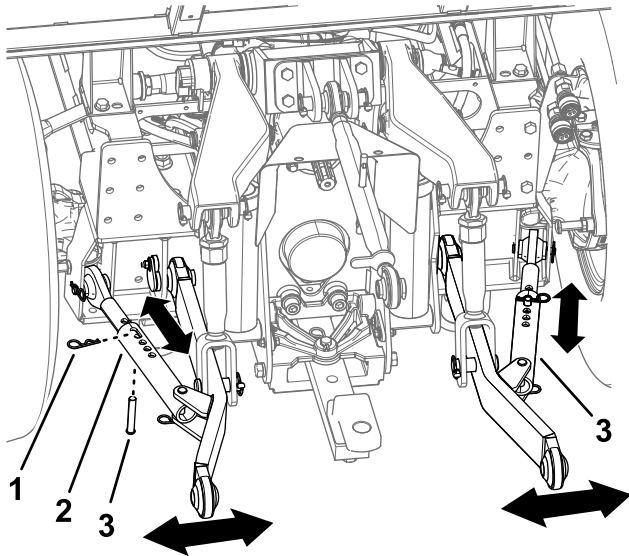

Bild 25
1. Entfernen Sie die Splinte an jedem Schwenklenker (**Bild 25**).
2. Stellen Sie die Schwenklenker nach innen oder außen, bis das Anbaugerät waagrecht (**Bild 25**) steht.
3. Nach dem Einstellen der Schwenklenker, sichern Sie diese mit den Splinten (**Bild 25**).